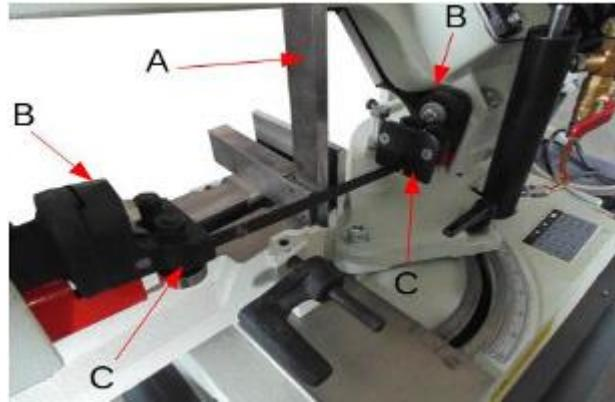

Рис. 11
2. Опустите раму пилы до горизонтального положения. Поставьте угольник (А на рис. 11) на стол, прижав один конец к полотну (как показано на рисунке).
3. Если полотно не перпендикулярно к столу, открутите два винта (В на рис. 11), которыми кронштейны направляющих полотно крепятся к рычагам, и поверните оба кронштейна (С) так, чтобы полотно сохраняло угол 90 ° к столу. Затяните два болта (В). **ПРИМЕЧАНИЕ:** будьте осторожны, чтобы во время этой регулировки не повредить подшипники.